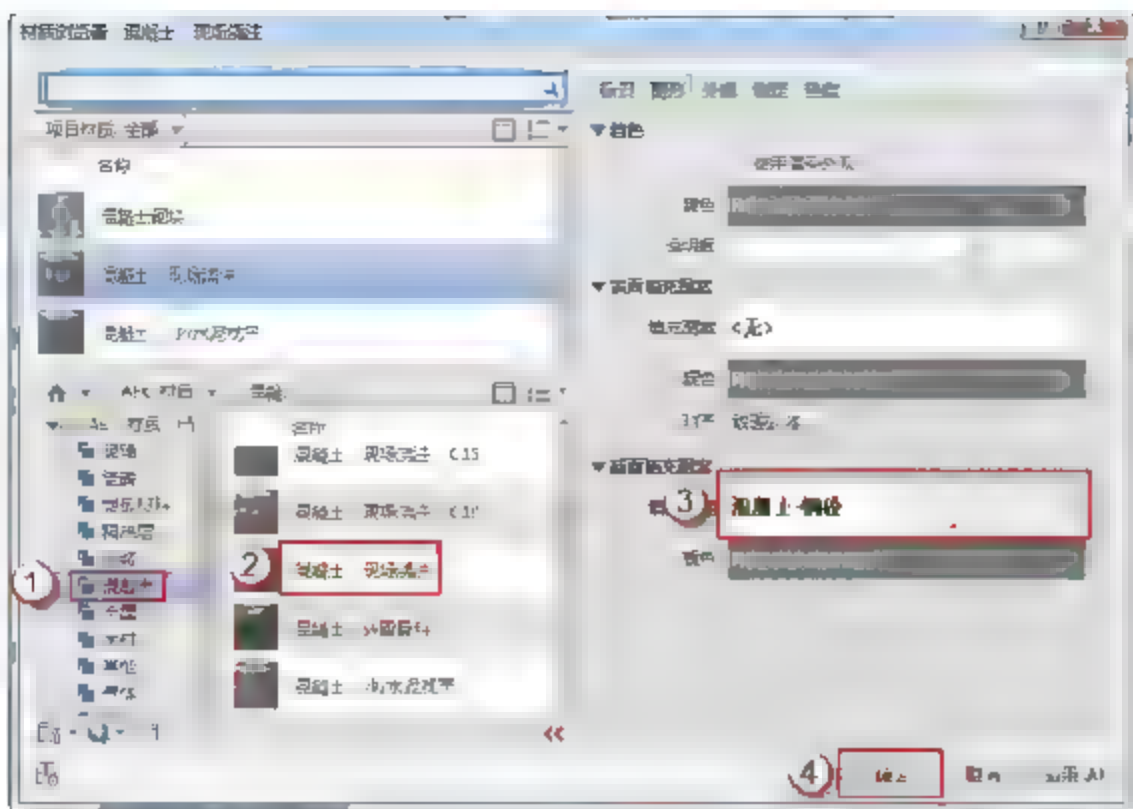

图 9.1.44 编辑“结构[1]”的材质
(17) 编辑“结构[1]”的材质。在返回的“类型属性”对话框中，单击“结构”参数后的“编辑”按钮，在弹出的“编辑部件”对话框中，单击“结构[1]”对应的“材质”单元格右上角的“浏览”按钮，在弹出的“材质浏览器”中，选择“AEC 材质”中的“混凝土”→“混凝土，现场浇注”，将其填充图案改为“混凝土-钢砼”，单击“确定”按钮，如图 9.1.44 所示。